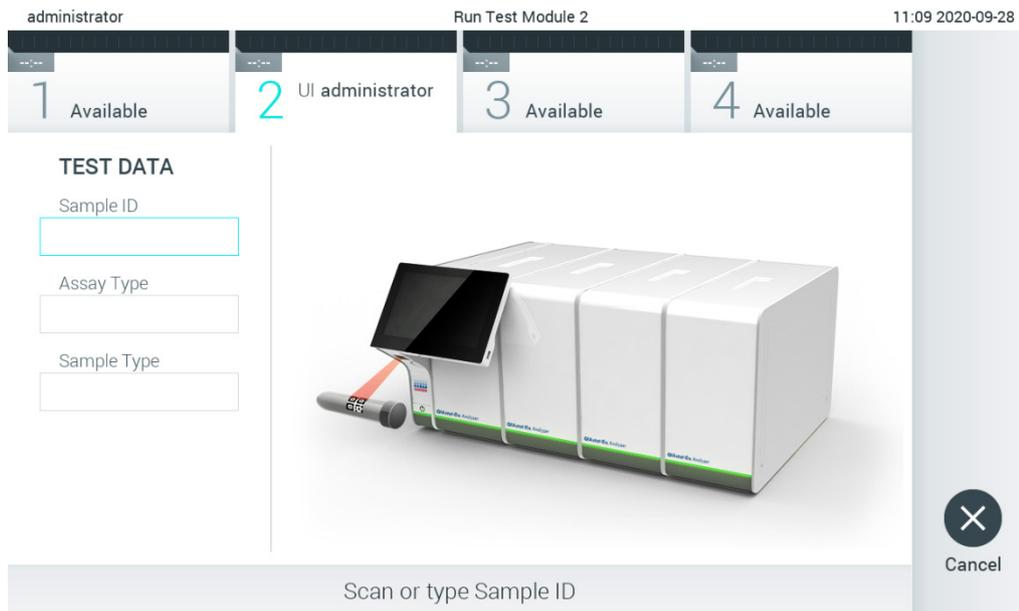

Figura 82. Escaneo del código de barras del identificador de muestra
2. Cuando se le indique, escanee el código de barras del identificador de muestra con el lector de códigos de barras que está integrado en el módulo operativo (figura 82).